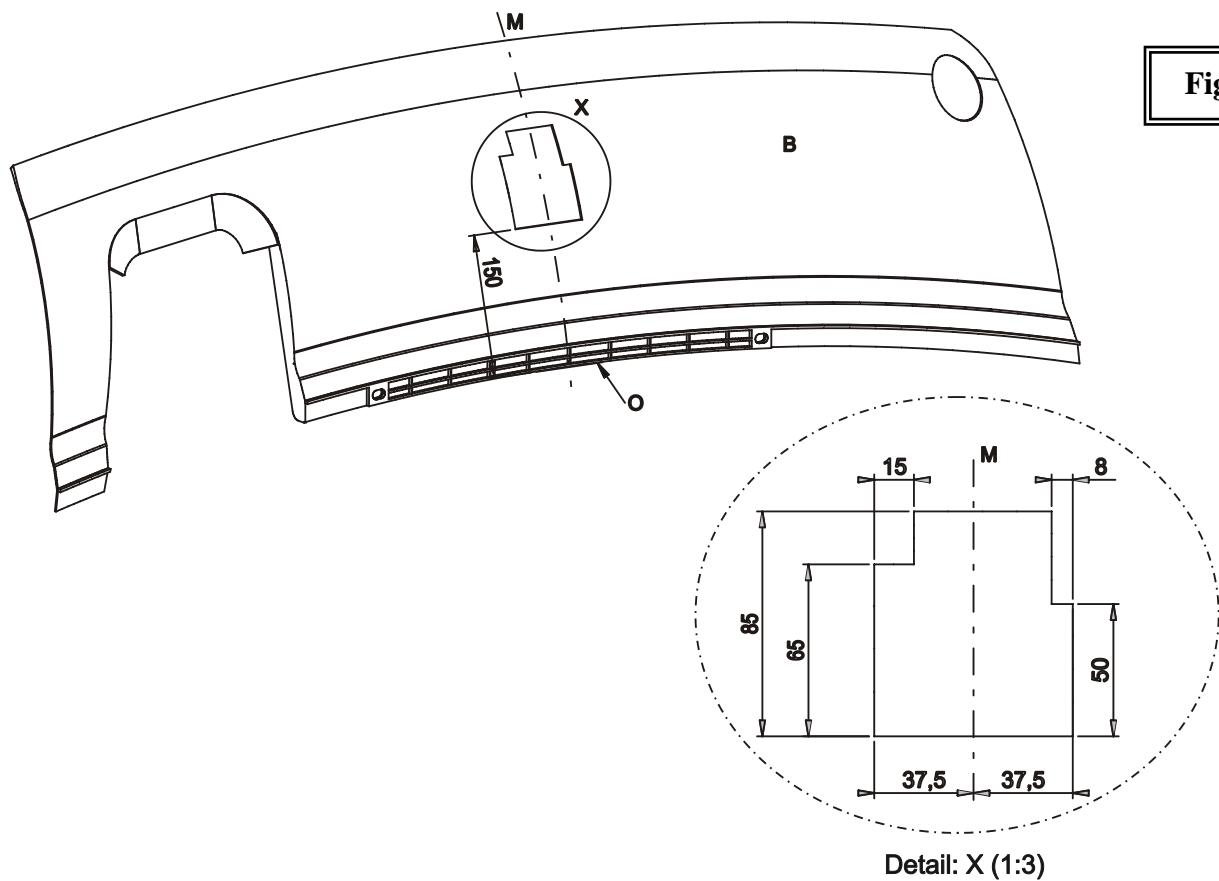

Fig. 1
- 2) Schuif de trekhaak met de draagarmen achteraan in de vrijgekomen chassisbalken. De punten (A) komen te passen met de voorziene boringen in de buitenzijde van de chassisbalken, indien deze afgedicht zijn met tape moet men deze verwijderen. Breng bouten en rondsels aan en zet deze degelijk vast (zie aanhaalmomenten).
- 3) Maak in de onderzijde van de bumper een insnijding volgens bijgevoegde tekening (fig.1), plaats vervolgens de bumper terug op het voertuig.
- 2) Glisser l'attelage avec les bras porteur par les ouvertures libérées derrière le véhicule dans la poutre du châssis. Les points (A) s'adaptent aux trous déjà prévus dans le côté extérieur de la poutre du châssis, ces ouvertures sont couverts avec du scotch qu'il faut supprimer. Insérer les boulons et les rondelles en (A) et bien fixer le tout (cfr. couples de serrage).
- 3) Faire une découpe au côté inférieur du pare-chocs selon dessin 1 (fig.1) et monter le pare-chocs sur le véhicule.
- 2) Shove the tow bar with the supporting arms through the liberated openings in the back of the vehicle in the chassis beams. Points (A) match the provided drillings in the outside of the chassis beam, these drillings are sealed with tape which has to be removed. Insert the bolts and washers by (A) and screw firmly on (see tension).
- 3) Make an incision in the underside of the bumper according to drawing 1 (fig.1) and assemble the bumper on the vehicle.
- 2) Die Anhängerkupplung mit Trägerarmen in die freigewordenen Öffnungen hinten am Fahrzeug in die Chassisbalken schieben. Die Punkte (A) stimmen mit den schon vorhandenen Bohrungen der Chassisbalkenaußenseite überein. Diese Bohrungen sind mit Klebestreifen abgedichtet, welche entfernt werden müssen. Bolzen und Ritzel bei den Punkten (A) anbringen und entsprechend der Drehmomentenvorgabe festschrauben.
- 3) In der Unterseite der Stoßstange einen Einschnitt entsprechend der Zeichnung 1 (Fig. 1) machen und die Stoßstange wieder am Fahrzeug montieren.